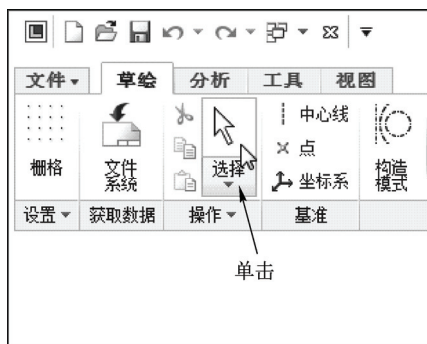

图 3-24 单击“选择”按钮
STEP 02 在功能区选项板的“草绘”选项卡中，单击“操作”面板中的“选择”按钮，如图 3-24 所示。